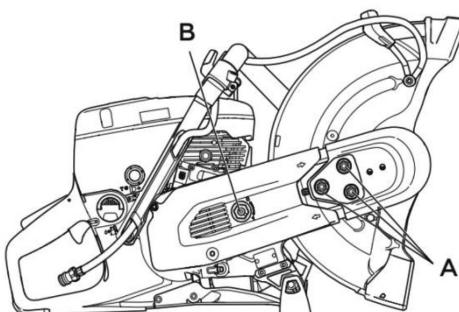

Рис. 10
• Ослабьте три гайки (A), удерживающие верхний кожух ремня (рис. 10). Поверните натяжитель ремня (B) в положение «0», чтобы ослабить натяжение.